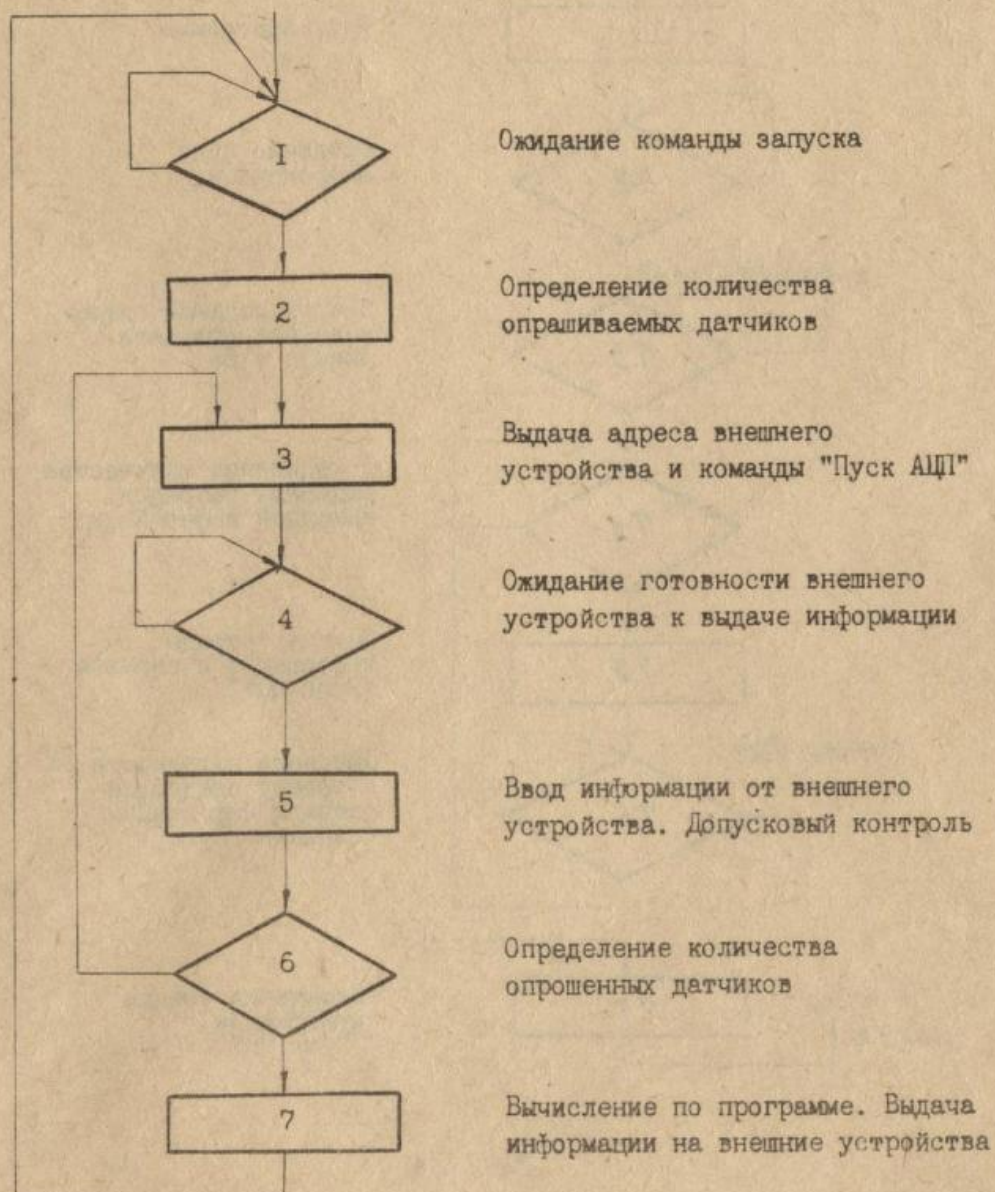

Рис. 4.3.
4.2.4. На рис. 4.3, 4.4 приведена блок-схема алгоритма работы микро-ЭВМ с ВУ при асинхронном режиме ввода (в синхронном режиме ввода блок 4 отсутствует).
5.1.2.5. БИС интерфейса предназначен для управления работой микро-ЭВМ в режиме "Работа с ВУ" (см. рис. 4.3, 4.4).